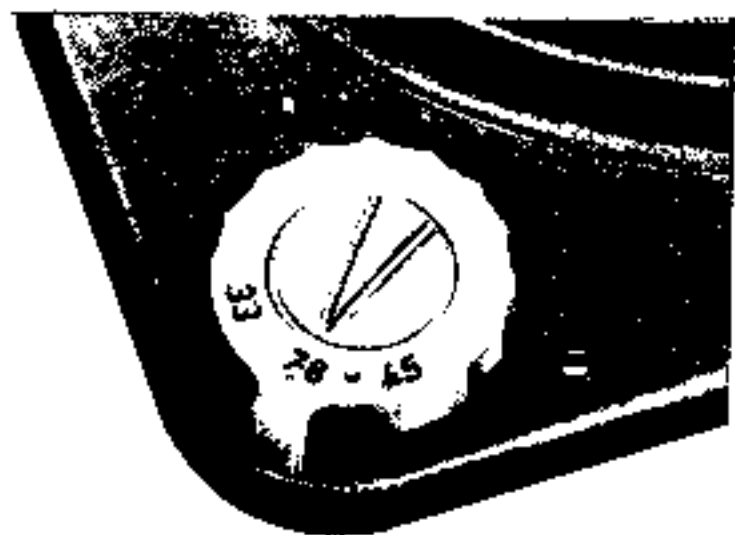

Abb. 7
2. **Einstellen der Drehzahl** (Abb. 7).